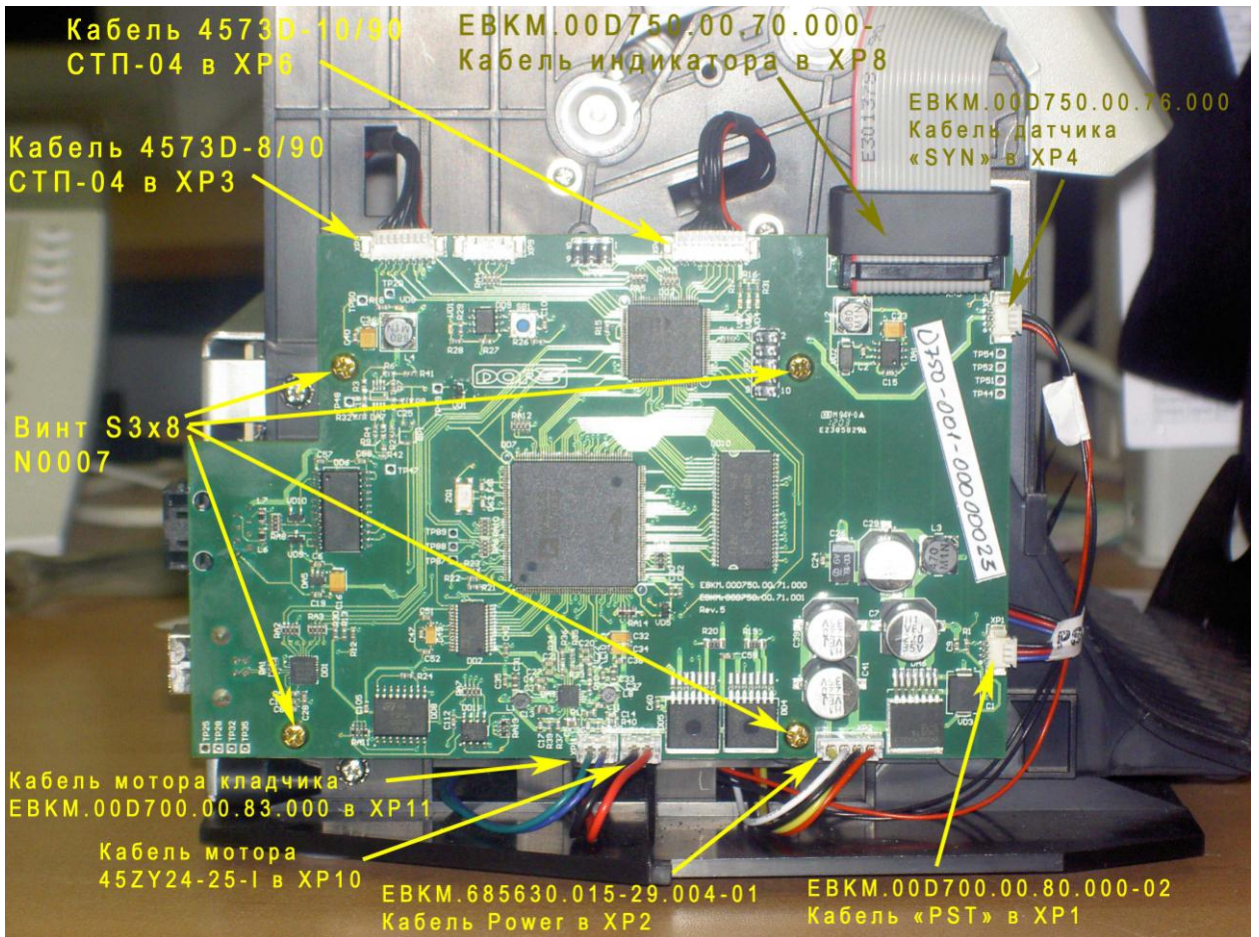
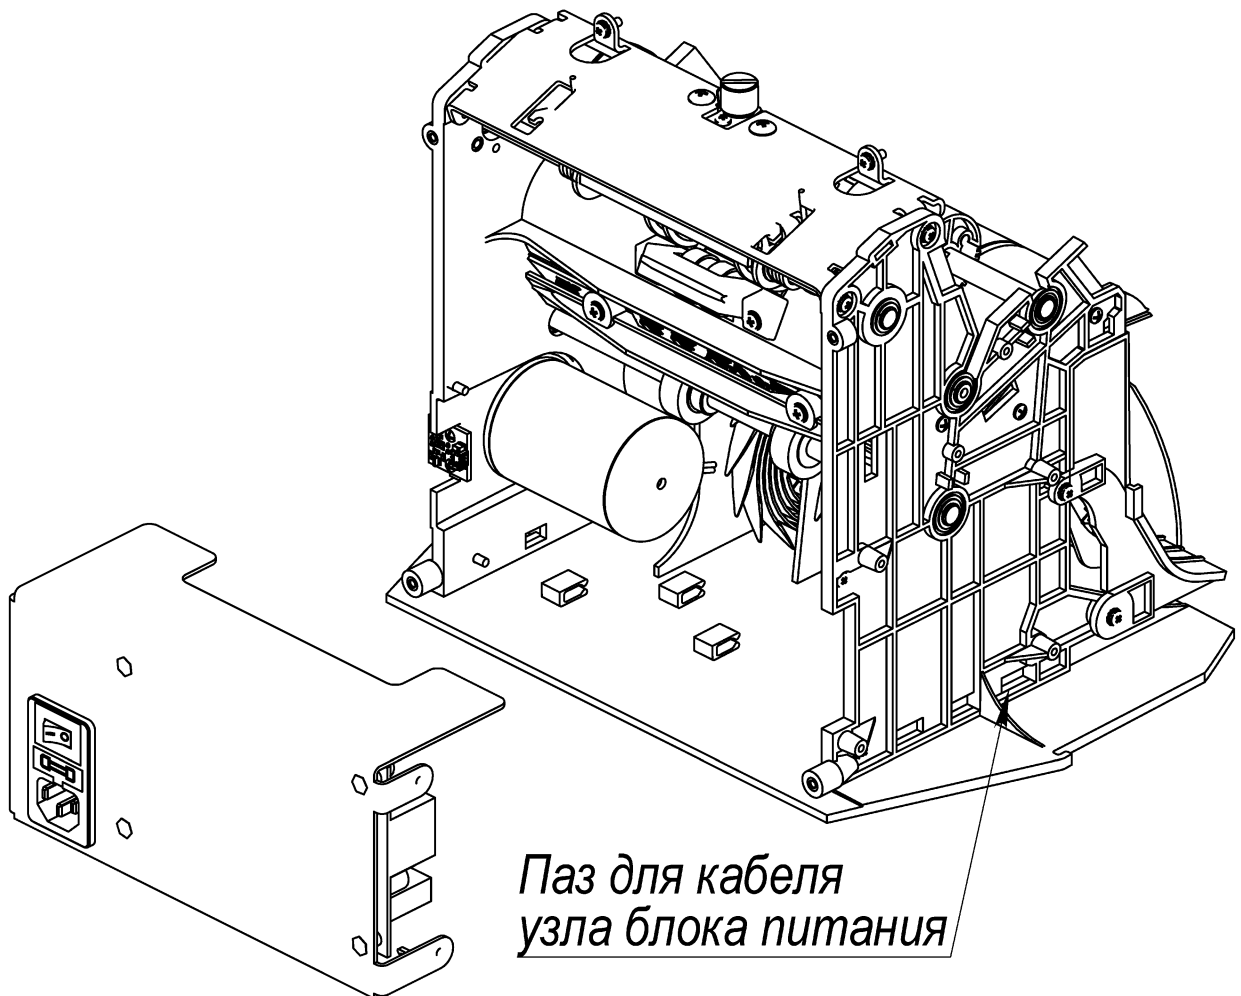

Рис. 16
Рис. 22
8.3.1 Отсоединить все кабели от разъемов модуля ЦПУ (см. Рис. 16, Рис. 17). Внимание - не допускается демонтаж кабелей за провода - необходимо пользоваться радиомонтажным пинцетом.
8.3.2 Вывинтить четыре винта S3x8 N0007 крепления модуля ЦПУ к каркасу (см. Рис. 16, Рис. 17, Рис. 18), снять модуль ЦПУ.
8.3.3 Установку модуля ЦПУ производить в следующей последовательности (см. Рис. 16, Рис. 17, Рис. 18):
8.5.2 Аккуратно снимите узел блока питания (см. Рис. 22).
Установку узла блока питания проводить в обратной последовательности. Кабель узла блока питания пропустить в тот же паз на каркасе, из которого он был извлечен (см. Рис. 16, Рис. 17, Рис. 22).
Установку узла кармана приемного проводить в обратной последовательности. Кабель узла кармана приемного (шильдик «PST») пропустить в зазор, образовавшийся между каркасом и узлом кармана приемного (см. Рис. 16, Рис. 18).